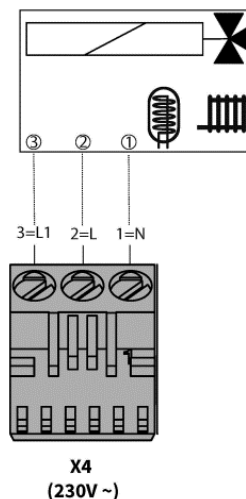

Abb. 22: Anschluss 3-Wege-Umschaltventil
- ➔ Schließen Sie das 3-Wege-Umschaltventil gem. Abb. 22 an (z. B. VC4013: (3=L1=geschaltet=schwarz, 2=L=Dauerphase=braun, 1=N=blau).